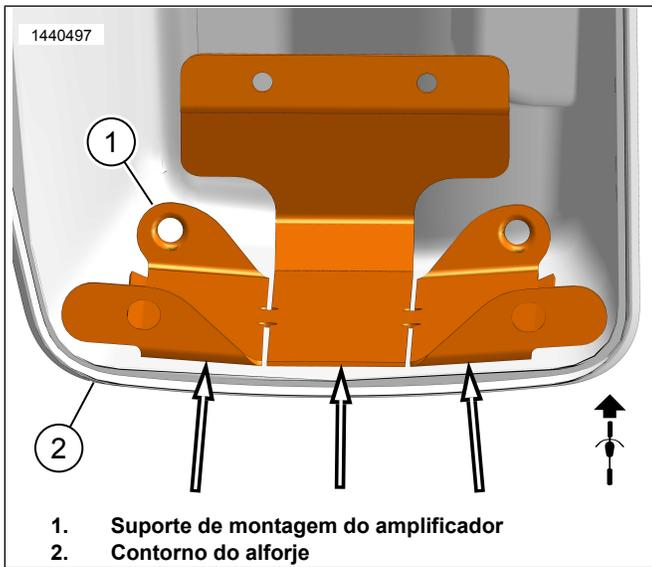

Figura 13. Contorno do Alforje
- b. Figura 13 Use as fendas no suporte de montagem (1) para dobrá-lo e ajustá-lo ao contorno do alforje (2) sem balançá-lo. Isso garantirá um melhor contato e adesão com a fita adesiva. Não retire a fita adesiva nesse momento.